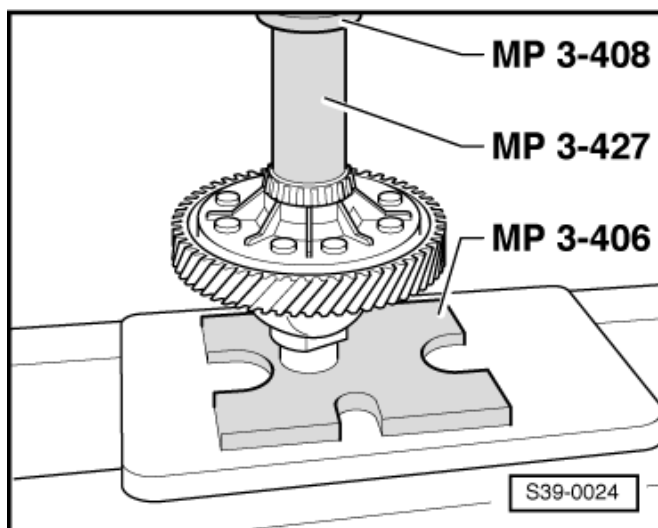

Abb. 5: Außenring/Kegelrollenlager aus Getriebegehäuse ausziehen
- ☐ ausziehen ⇒ Abb. 5 in **39-2** Seite 5